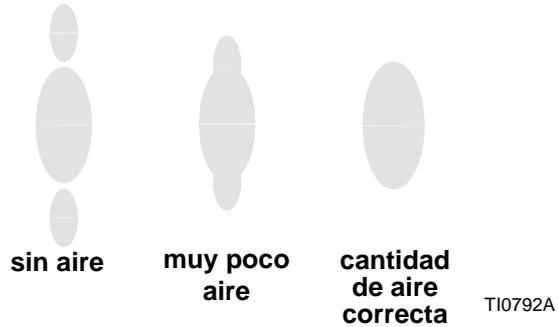

Fig. 5. Problemas del patrón de pulverización
2. Consulte la FIG. 5. Ajuste la presión de aire de atomización a 35 kPa (0,35 bar, 5 psi) aproximadamente cuando dispara. Verifique el patrón de pulverización, luego aumente lentamente la presión de aire hasta que las colas estén completamente atomizadas y se queden en el centro del patrón de pulverización. No exceda 0,7 MPa (7 bar, 100 psi) de presión de aire a la pistola.